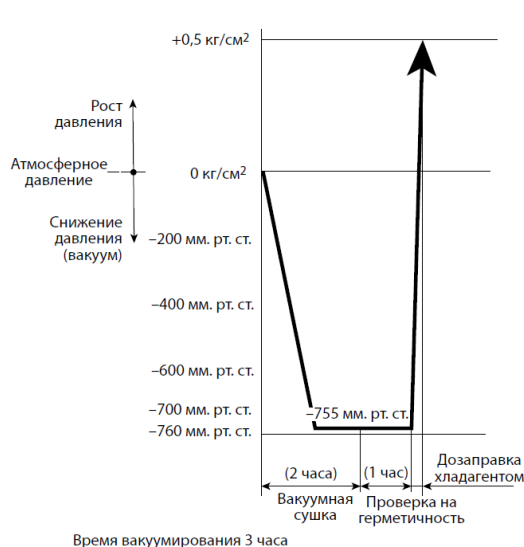

Рисунок 6.11 – Стандартный режим
3. Подберите изделие, по материалу и форме подходящее для ручной блокировки трубы фреонопровода со стороны выхода газа (см. рисунок 6.11).